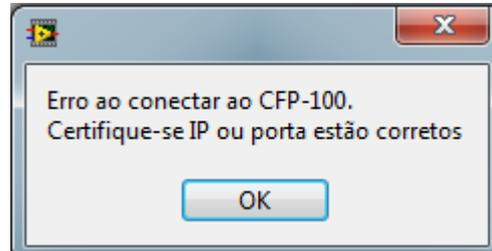

Figura 19: Contador não encontrado.
- II. **Escolher/Escolha Contador:** Deve-se primeiro escolher um contador já configurado. Caso ainda não tenha configurado um contador, veja mais adiante como fazer (seção “Configuração Wireless”). Depois de escolhido a tecla “Escolher” ficará habilitada. Se pressionada o programa irá abrir a porta e iniciar a comunicação com o IP escolhido. Se o controlador não for encontrado a seguinte mensagem (figura 19) irá aparecer:
- III. **Conectar:** Conecta ao contador com as configurações editadas acima. Caso alguma configuração esteja incorreta, o software não irá conectar e a mensagem da figura 19 irá aparecer.